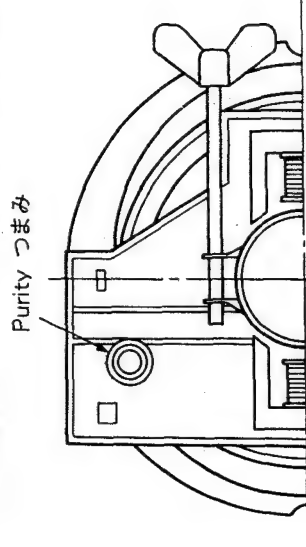

図 1-1
4. Purity つまみをメカニカル・センターにする。(図 1-1)